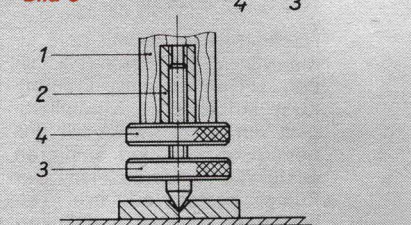

Bild 4
Soll der Drehpunkt des Mastes vor seiner Vorderkante liegen, empfiehlt es sich, eine Öse (2) aus rostfreiem Stahldraht einzukleben (siehe Bild 4 in mbh 6'85).